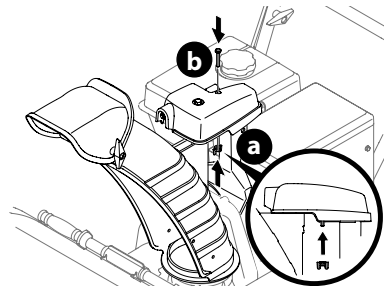

Figura 9
3. Termine de sujetar el cabezal de control del canal a la ménsula de soporte del canal con la tuerca de mariposa (a) y el tornillo hexagonal (b) que extrajo en el Paso 1 (Figura 9).